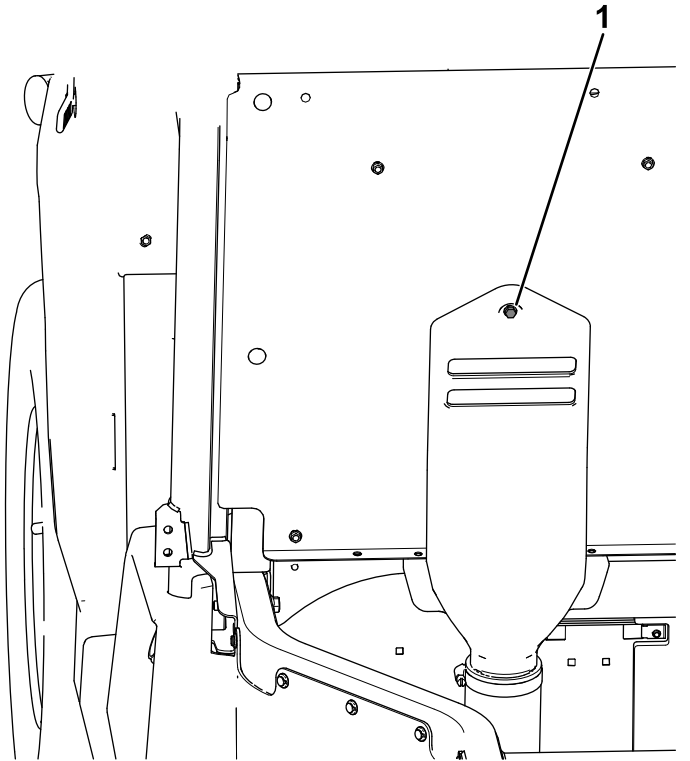

Figure 28
- F. Insérez le boulon captif fixé au capot d'admission de CVT dans le trou indiqué du panneau de siège (Figure 28).